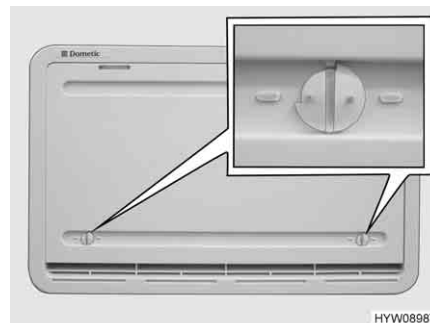

Fig. 169 Copertura invernale (griglia di aerazione del frigorifero)
Le coperture invernali (Fig. 169) proteggono il gruppo frigorifero dall'aria fredda. Posizionare le coperture invernali davanti a entrambe le griglie di aerazione del frigorifero quando la temperatura esterna scende al di sotto di +10 °C (sia per funzionamento elettrico che a gas).
- Aprire entrambi i bloccaggi (Fig. 169), la scanalatura risulterà orizzontale.